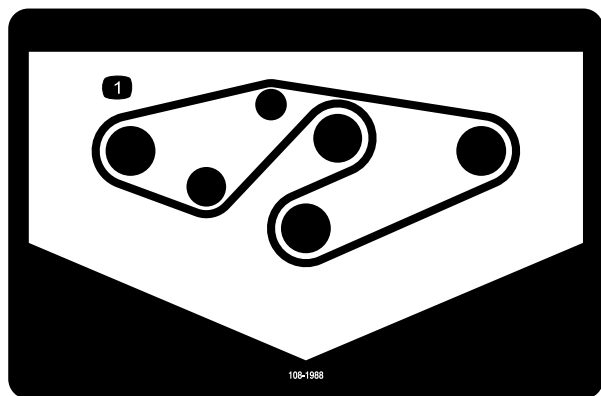

図 35
4. 図のように、スピンドルプリーとアイドラプリーに新しいベルトを回しかける 図 35。